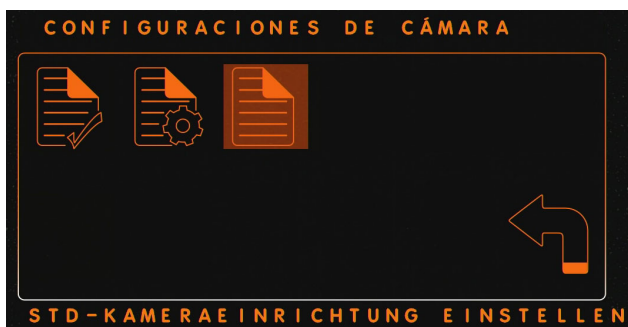

Abbildung 43. Standard-Starteinstellung für Kameraeinrichtung festlegen
2. Markieren Sie das Symbol **Festlegen der Standard-Starteinstellung für die Kameraeinrichtung** (Abbildung 43) und drücken Sie auf die Schaltfläche **Auswahl**, um die Option auszuwählen. Ein Bildschirm mit den verfügbaren Kameraeinrichtungen wird geöffnet.